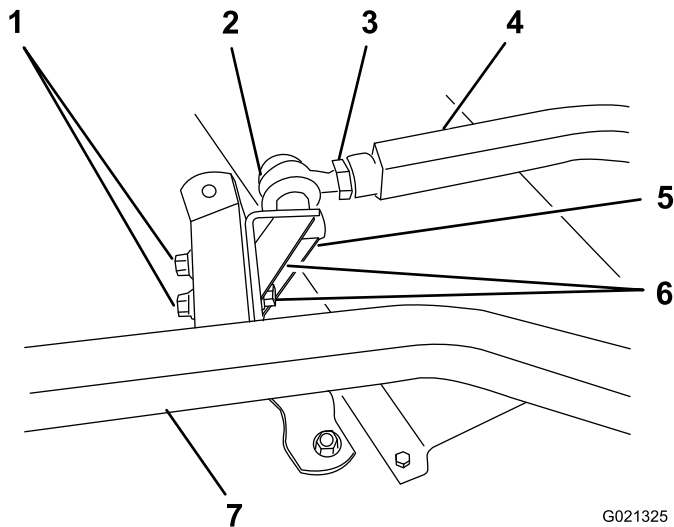

Figure 10
1. Retirez les 2 vis à tête, rondelles plates et écrous à embase qui fixent le support de rotule gauche au bras pivotant gauche (Figure 10). Retirez le support de rotule et le support de chaîne.